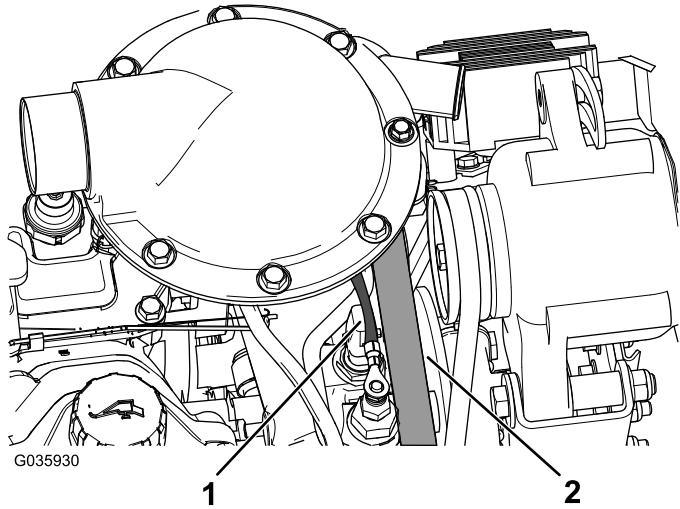

Bild 12
4. Verwenden Sie Kabelbinder, um das Querverbindungsrohr über dem Motor und den Motorkabelbaum mit Abstand zum Riemen der Lichtmaschine zu befestigen (Bild 12).